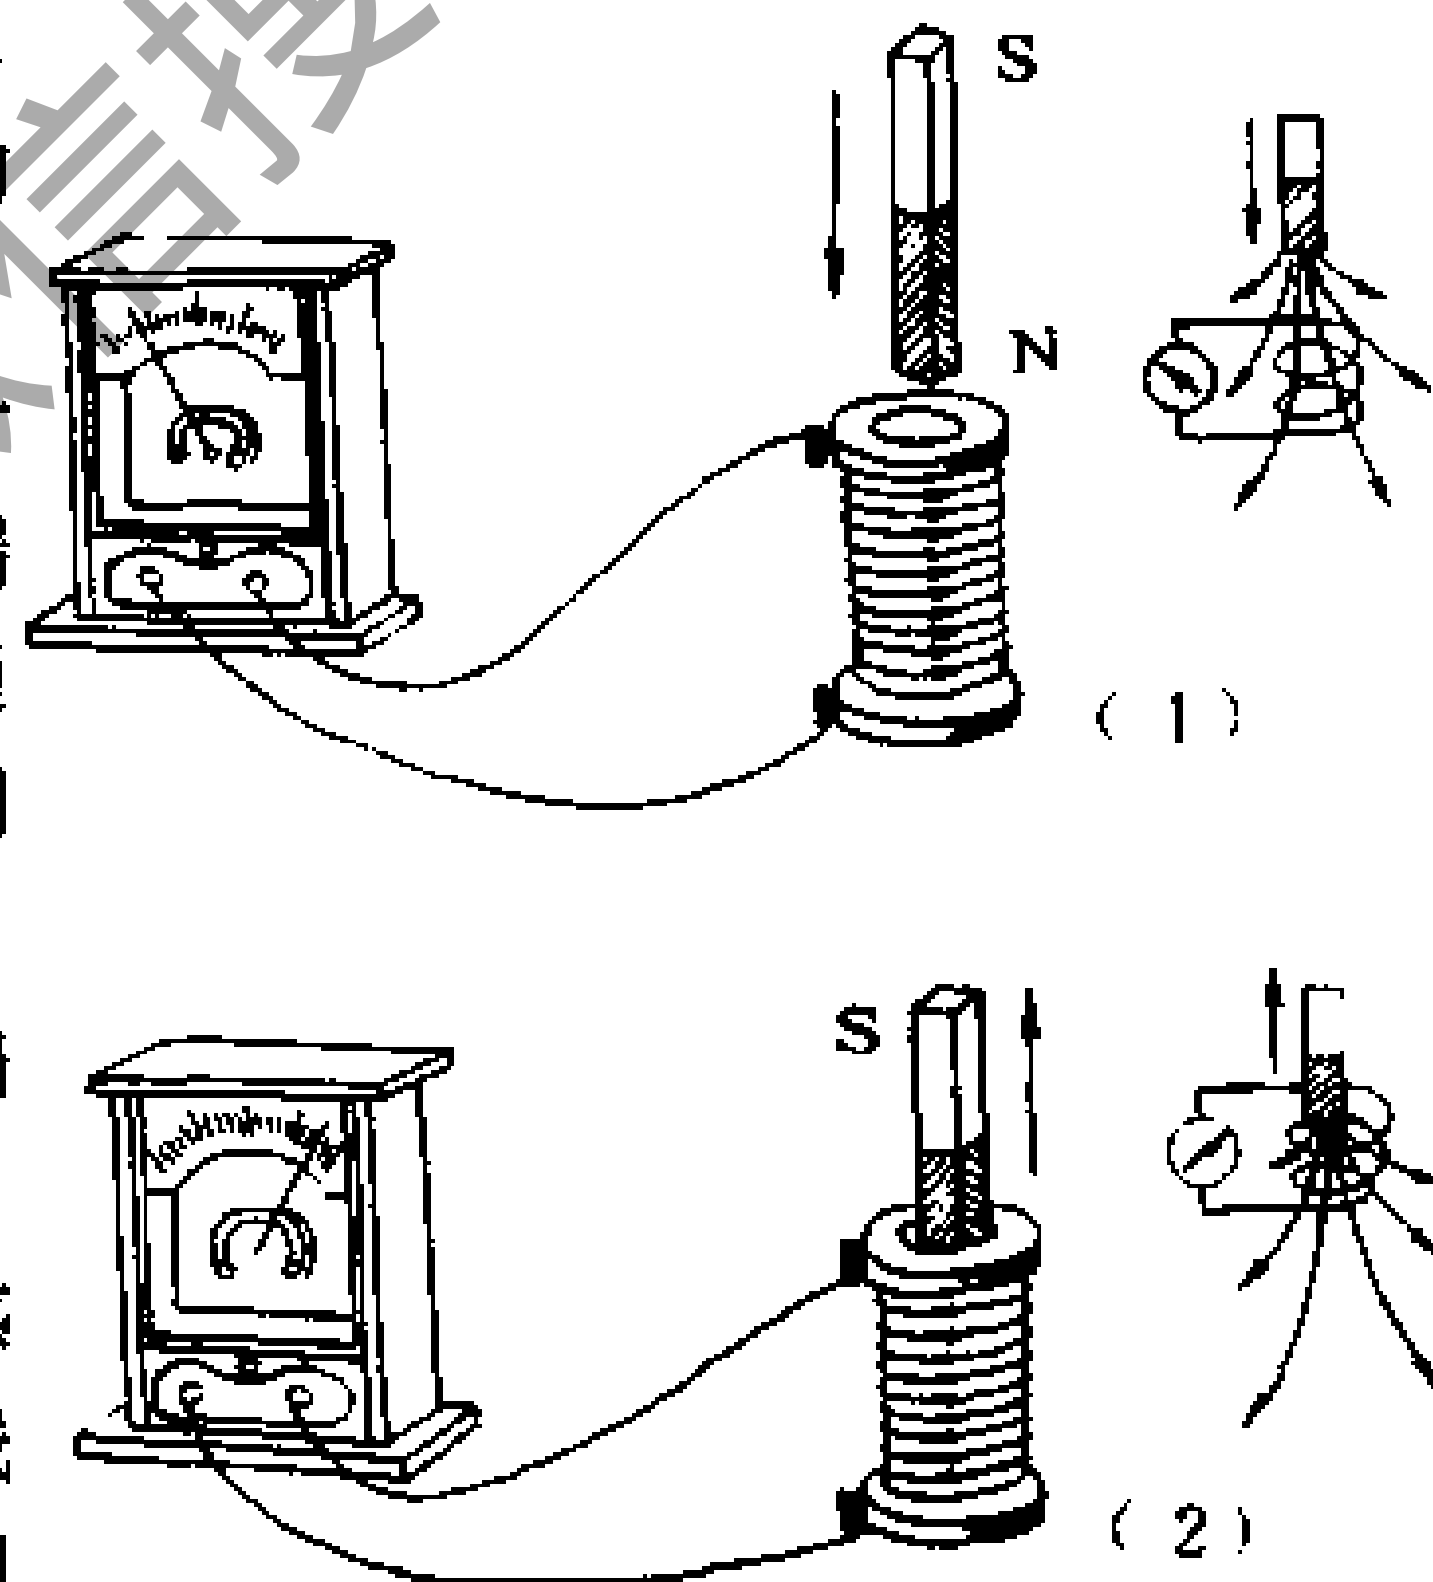

图 1-57 线圈中的感应电势
(1) 产生感应电势的条件：如图 1-57 所示，在一个空心线圈的两端连接一个灵敏电流计，构成一个闭合回路。